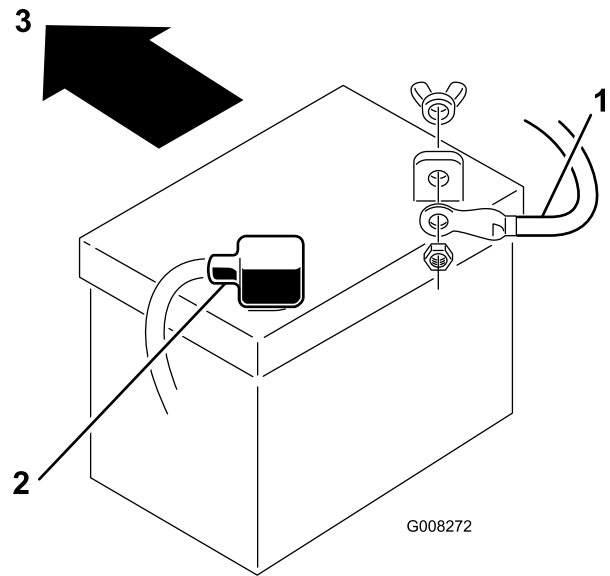

Bild 33
7. Klemmen Sie das Minuskabel (schwarz) vom Batteriepol ab (Bild 33).
9. Klemmen Sie das Pluskabel (Rot) vom Batteriepol ab (Bild 33).
1. Setzen Sie die Batterie in das Chassis ein. Die Batteriepole sollten zum Heck der Maschine zeigen (Bild 33).
- Schließen Sie das Pluskabel (rot) mit der Schraube und der Flügelmutter am (+) Pluspol an (Bild 33). Schieben Sie die Gummiabdeckung über den Batteriepol.
- Schließen Sie das (schwarze) Minuskabel mit der Schraube und Mutter am (-) Minuspol an (Bild 33). Schieben Sie die Gummiabdeckung über den Batteriepol.